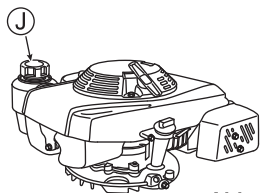

Abb. 9
1. Öffnen Sie den Kraftstofftankdeckel (J) und füllen Sie Benzin ein. Wischen Sie etwaig verschüttetes Benzin umgehend mit einem Lappen auf. (Siehe Abb. 9)
2. Schließen Sie den Kraftstofftankdeckel (J) nach dem Betanken ordentlich.